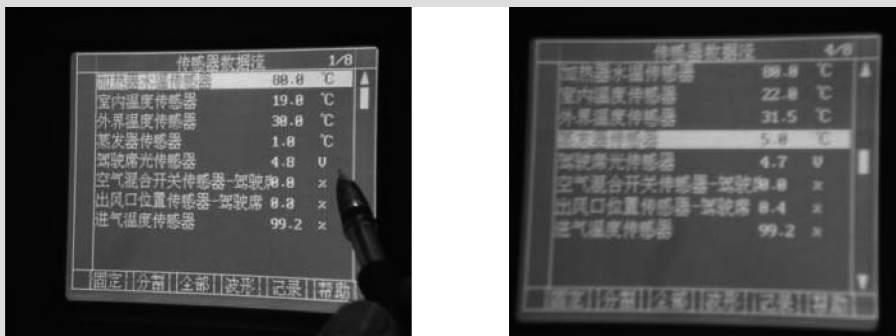

图 14-3 福瑞迪自动空调系统数据流
4) 连接诊断仪查看数据流(图 14-3),当出风口风量减小时可以看到蒸发器传感器温度为 1℃,但这时压缩机还在继续工作,从而导致蒸发器霜冻结冰不出风。